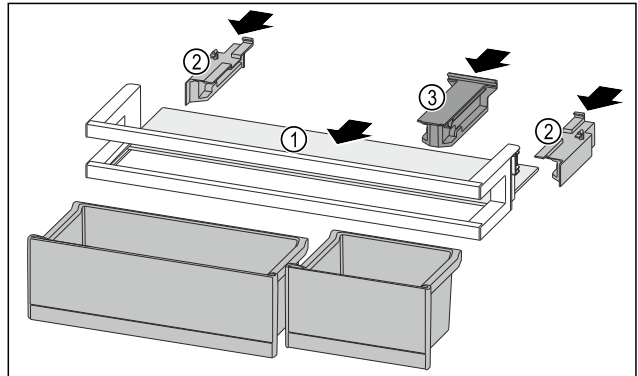

Fig. 88
- Raf alanını Fig. 88 (1) yandaki girintinin içine itin.
- Kenar parçalarını Fig. 88 (2) yerleştirin.
- Tutma parçasını Fig. 88 (3) yerleştirin.